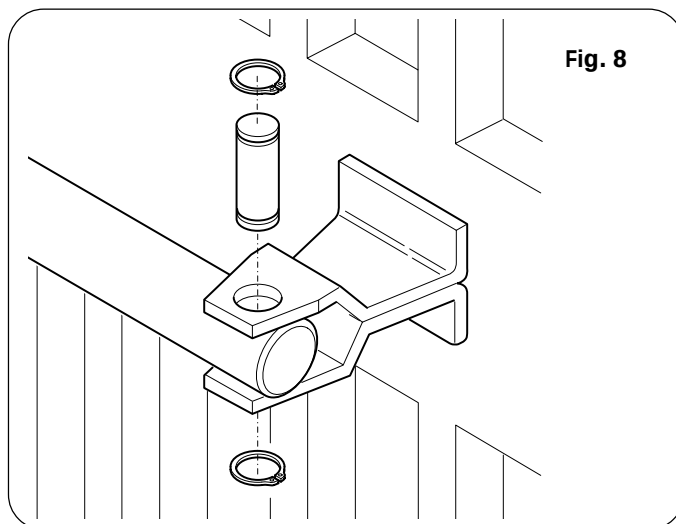

Fig. 8
- 6) Monter la patte d'attache antérieure sur la tige (Fig. 8).